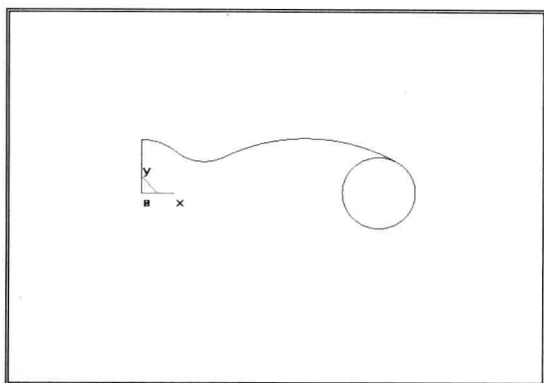

图 1-2-7 手柄图形绘制（六）
9) 单击菜单【造型】→【曲线编辑】→【曲线裁剪】命令，或直接单击按钮，在立即菜单中选择“快速裁剪”、“正常裁剪”，按状态栏提示拾取裁剪曲线，将 R15 圆弧和直线的多余部分剪掉。如果操作时出现部分曲线不能裁剪，可使用删除命令，将多余部分曲线删除。绘图结果如图 1-2-7 所示。